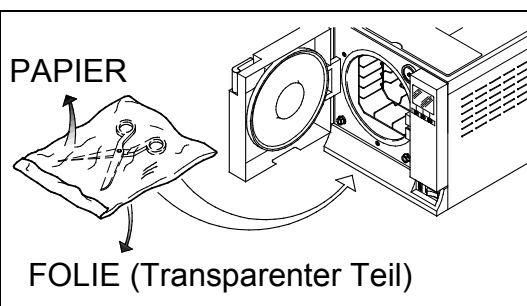

Abb. A3-2
- Die Tüte mit der transparenten Seite nach unten (in Kontakt mit dem Tablett) und dem Papierteil nach oben gerichtet (Abb. A3-2) auf das Tablett legen. Die Instrumente müssen einzeln in Tüten verpackt werden.